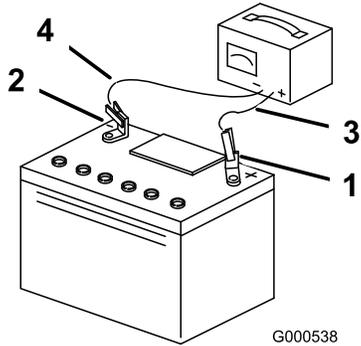

Figure 54
- Une fois la batterie chargée au maximum, débranchez le chargeur du secteur, puis débranchez les fils du chargeur des bornes de la batterie (Figure 54).